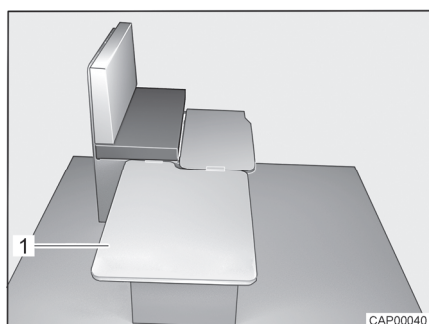

Fig. 41 Durante la trasformazione
- Agganciare la tavola di rinforzo (Fig. 41,1) lateralmente sui sedili e posizionarla sul tavolo.